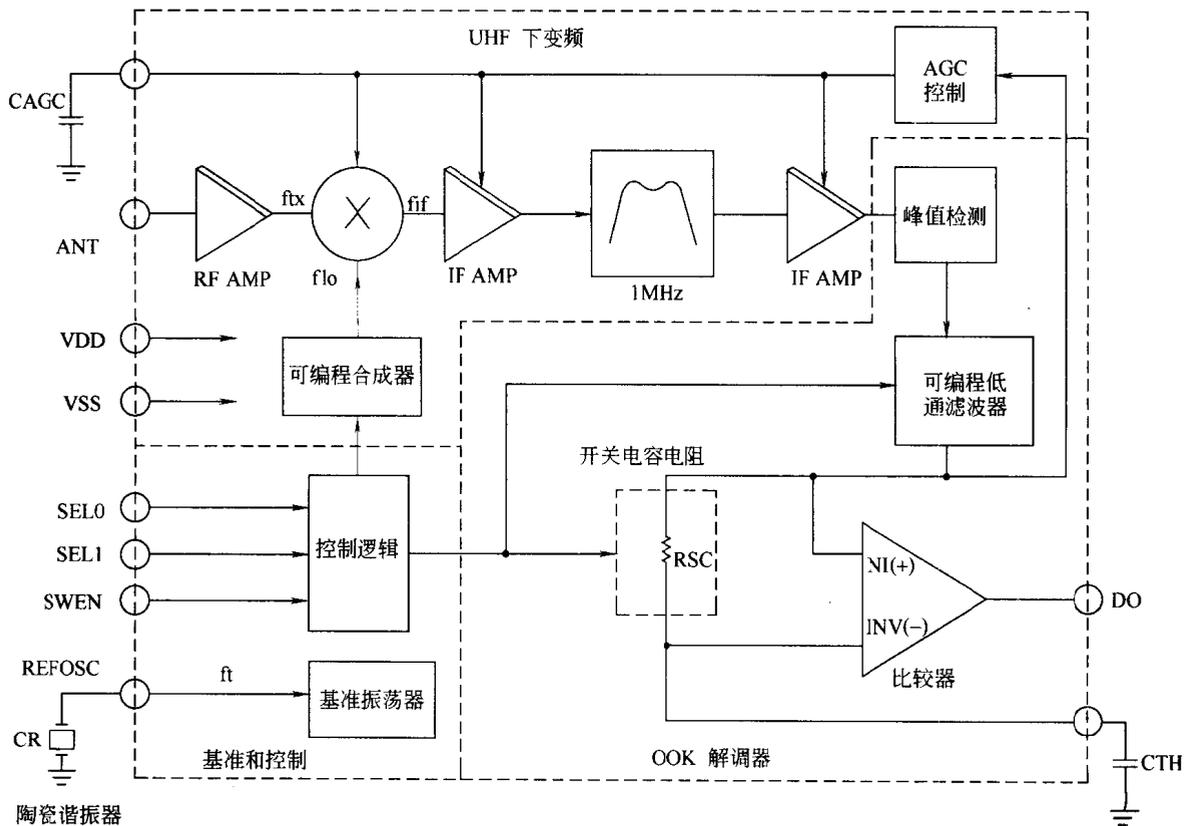

图 1-1 功能块
如图 1-1 所示, 功能块由 3 部分组成: (1) UHF 下变频; (2) OOK 解调器; (3) 基准和控制。图 1-1 中还有两个电容 (CTH、CAGC) 和定时元件 (CR), 通常用陶瓷谐振器。除电源去耦电容外, 这些全是 MICRF001 构成完全 UHF 接收器的外部元件。图 1-1 中三个控制输入, SEL0, SEL1 和 SWEN, 通过这些逻辑输入, 用户能控制工作型式和 IC 的可编程功能。这些输入与 CMOS 兼容和拉动 IC。输入 SEL0, SEL1 控制解码, 滤波器带宽为 0.6 ~ 4.8kHz。SWEN 脚使器件构成正常 (SWP) 工作型式, 也可构成标准 (FIXED) 超外差接收器型式。当 SWEN 是高电平时选择 SWP 工作。以 SWP 工作的模式为例, MICRF001 必须工作 LC 发射器, 发射频率可达 +0.5% 容差。在这种型式, LO 频率按规定型式变化, 导致下变频全部信号在发射频率 2%~3% 周围带。因此发射器可漂移至 ±0.5%, 不需要返回接收器。工作只用 SAW 或者以发射器为基础的晶体。